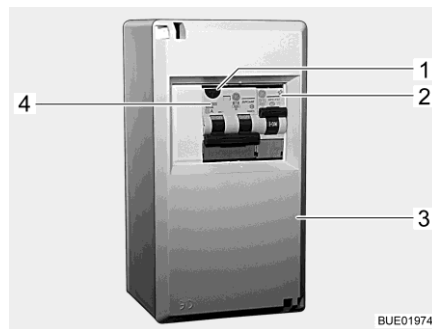
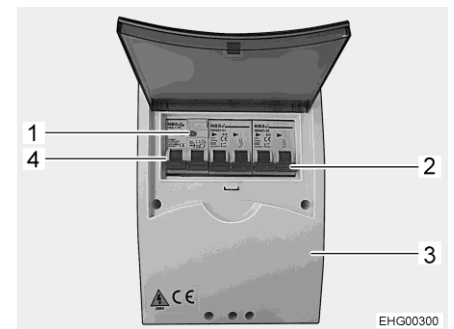

Fig. 122 Scatola dei fusibili a 230 V
Fig. 123 Scatola dei fusibili 230 V (variante)
- Disattivare gli interruttori di sicurezza (Fig. 122,2, Fig. 122,4 o Fig. 123,2, Fig. 123,4) nella scatola dei fusibili (Fig. 122,3 o Fig. 123,3).
- Se il veicolo è collegato all'alimentazione a 230-V, premere il tasto di controllo (Fig. 122,1 o Fig. 123,1) dell'interruttore combinato di sicurezza /per correnti di guasto (Fig. 122,4 o Fig. 123,4) nella scatola dei fusibili (Fig. 122,3 o Fig. 123,3). L'interruttore di sicurezza per correnti di guasto deve scattare.